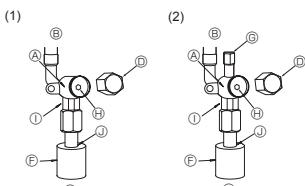

Fig. 5-5
#### (1) Vloestoelzijde (Fig. 5-5)
- ① Verwijder de kap en draai de kraanstag zo ver mogelijk tegen de klok in met behulp van een 4mm-inbusleutel. Stop met draaien wanneer de nok wordt bereikt. (Circa 4 giri)
- ② Let erop dat de afsluitkraan geheel open is, druk de hendel in en draai de kap terug naar de oorspronkelijke stand.